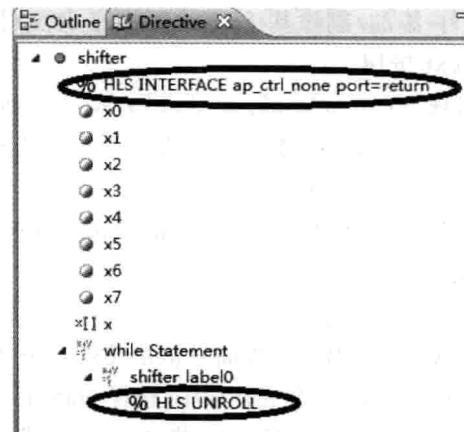

图 5.91 用户实现策略的设置
- (1) 打开 shifter.c 文件。
- (2) 在打开 shifter.c 文件的右侧窗口内,选择 Directive 标签。
- (3) 如图 5.91 所示,在 Directive 界面下,选择 shifter\_label0。单击右键,出现浮动菜单。在浮动菜单内,选择 Insert Directive... 选项。
- (4) 打开 Vivado HLS Directive Editor(Vivado HLS 命令编辑器)界面,在该界面窗口下,按下面设置参数:
① Directive 右侧的下拉框中选择 UNROLL；
② 单击 OK 按钮。
(5) 如图 5.91 所示,在 Directive 界面下,选择 shifter,单击右键出现浮动菜单,选择 Insert Directive...选项。打开 Vivado HLS Directive Editor 界面,在该界面窗口下,按下设置参数:
① 在 Directive 右侧的下拉框中选择 INTERFACE;
② 在 mode(optional): ap\_ctrl\_none;
③ 单击 OK 按钮。
(6) 在 HLS 主界面主菜单下选择 Solution→Run C Synthesis→Active Solution,开始综合的过程;或者在主界面的工具栏中单击 按钮,启动综合过程。
(7) 综合完成后,自动打开综合报告。